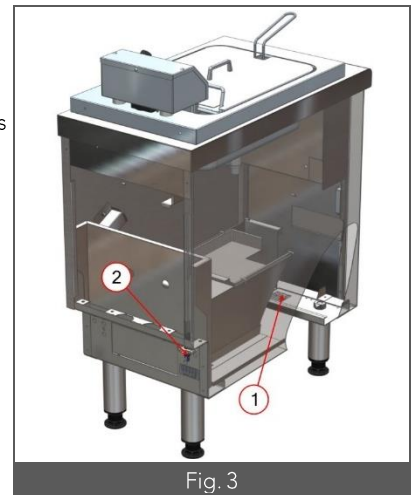

Fig. 3
- Localiser la position du câble de raccordement électrique, et de la borne de liaison équipotentielle (Rep. 2 – Fig. 3).